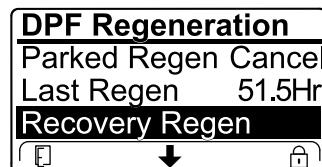

图 43
- エンジンコンピュータがリカバリ再生を要求していないのに、リカバリ再生 RECOVERY を選択することはできません。リカバリ再生はロックされ、施錠アイコン 图 43がインフォセンターの右下に表示されます。